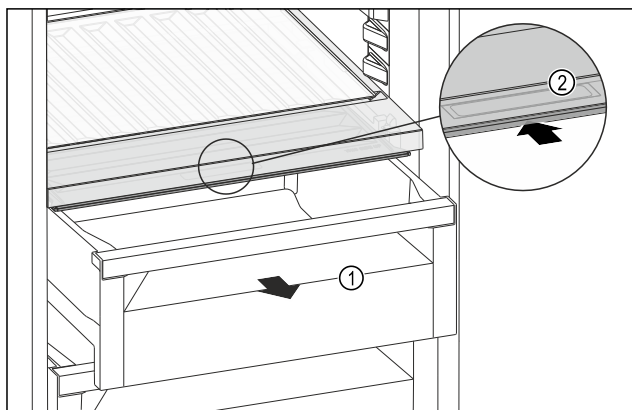

Fig. 110
- Schuifvak Fig. 110 (1) uittrekken.
- Greeplijst Fig. 110 (2) op het vakdeksel vastpakken en het vakdeksel gelijktijdig naar achteren schuiven.